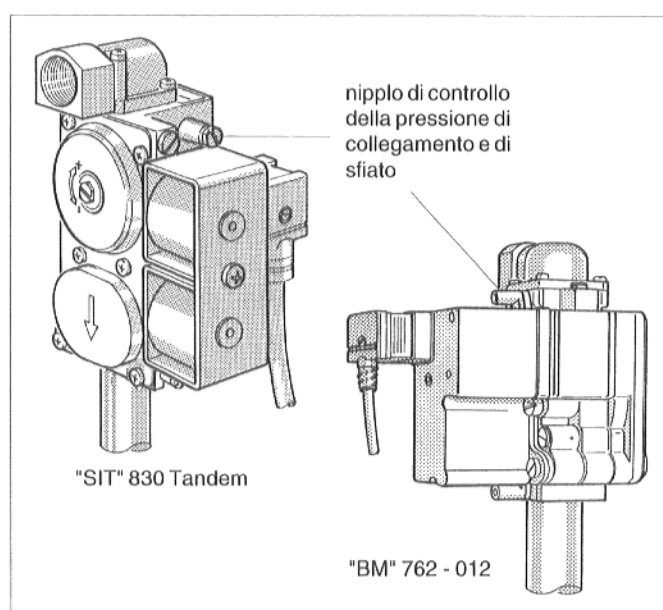

Fig. 24: "SIT" 830 Tandem e "BM" 762 - 012
- Sfiatare la tubazione di alimentazione: allentare di due giri il tappo a vite del nipplo di prova per la pressione di collegamento alle apparecchiature del bruciatore gas (Fig. 24 opp. 25); in caso di "SIT" 830 Tandem, togliere la vite a tappo. Richiudere la vite a tappo del nipplo di prova quando non si ha più aria.